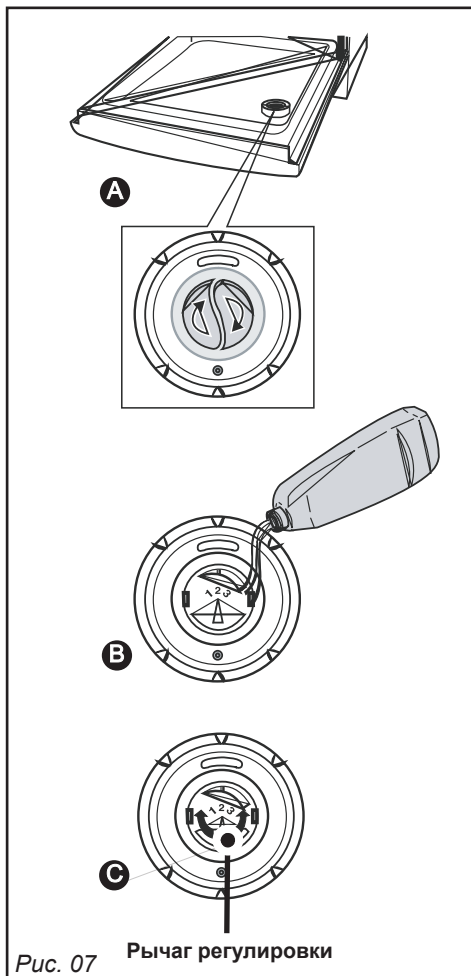

Рис. 07
• **Загрузка средства для ополаскивания (рис. 07)**
Исходное значение находится в центре (среднее положение: отметка 2). Если вы обнаружили следы или некачественную сушку после нескольких циклов, вы можете отрегулировать настройки, используя рычаг регулировки (Рис. 07; **С** отметка 3 увеличивает настройки).